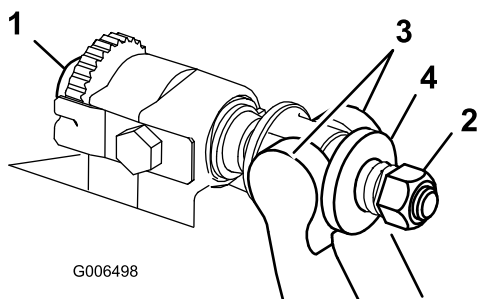

Figure 32
1. Tournez les vis de réglage de la barre d'appui dans le sens anti-horaire pour éloigner la contre-lame du cylindre (Figure 32).
2. Faites sortir l'écrou de tension du ressort jusqu'à ce que la rondelle ne soit plus tendue contre la barre d'appui (Figure 32).